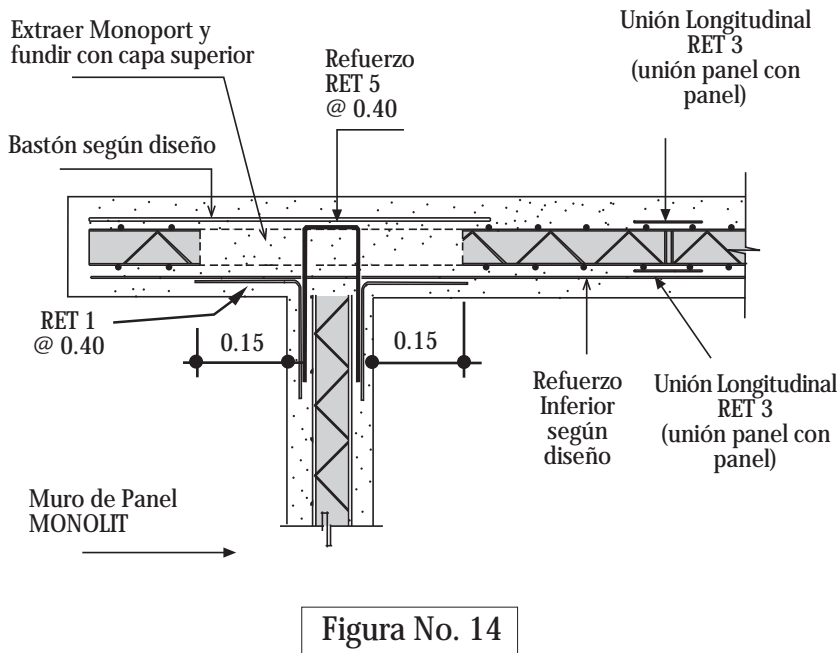

Figura No. 14
4.1 Las uniones de muro con losa deberán reforzarse con esquineros especiales tipo RET 1, además de los refuerzos tipo RET 5 conforme se indica en la figura No. 14.